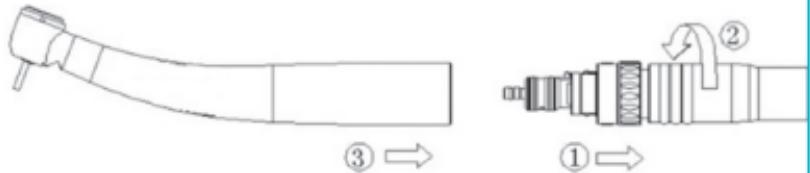

Fig. 6-9
- Aparafuse o acoplamento LED no tubo da turbina (Fig. 6-9①).
- Aperte manualmente a tampa rosada do tubo da turbina (Fig. 6-9②).
- Monte o dispositivo médico com precisão no acoplamento LED até que este fique bloqueado no dispositivo médico emitindo um ruído (Fig. 6-9③).